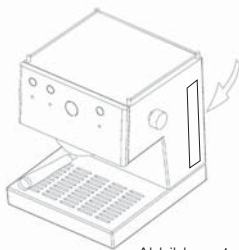

Abbildung 1
- Den Wassertank mit Trinkwasser auffüllen (siehe Abbildung 1). Überprüfen Sie, ob der Schlauch der Wasserzufuhr im Wassertank eingetaucht ist.